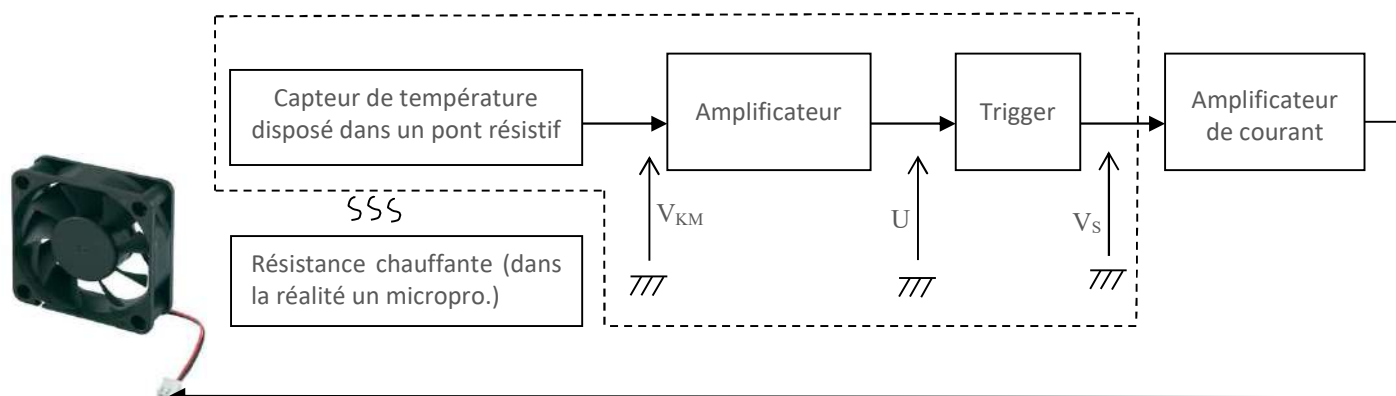
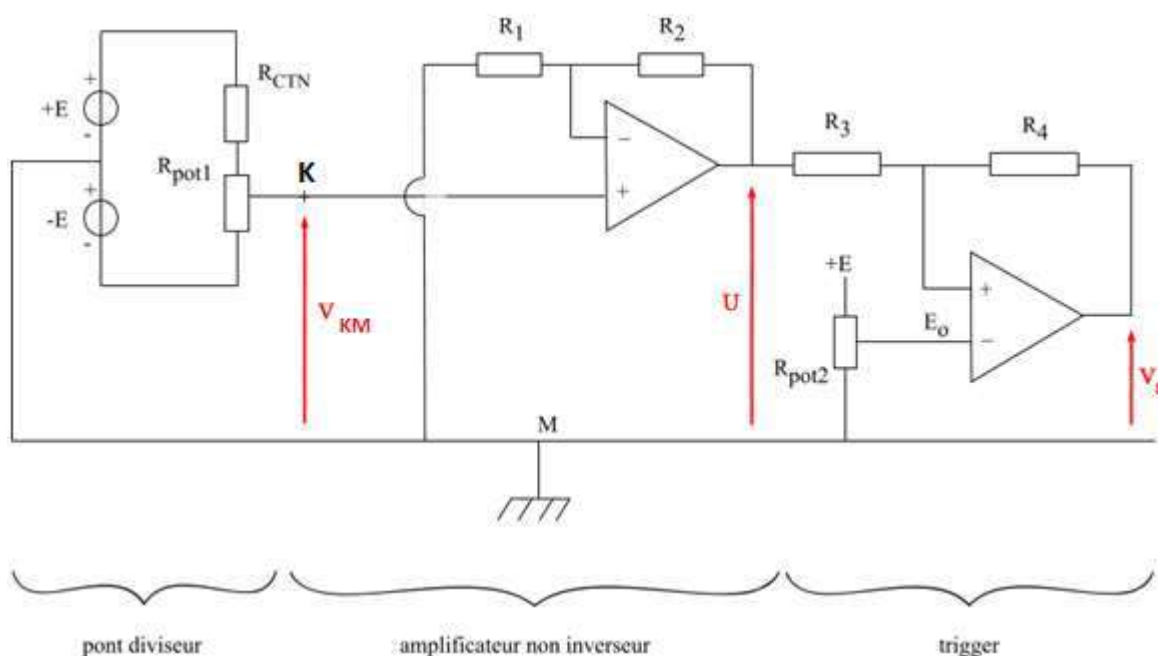

Fig. 1 – Montage complet ; entouré de pointillés : le circuit de détection présenté sur la fig.2.
Fig. 2 – Circuit de détection.
Le synoptique est le suivant (fig.1) ainsi que la schématique du circuit de détection (fig.2). Ce circuit sera réalisé progressivement, chaque partie testée avant de passer à la suivante.
1. Rôle des modules de la fig.1 (rappel)